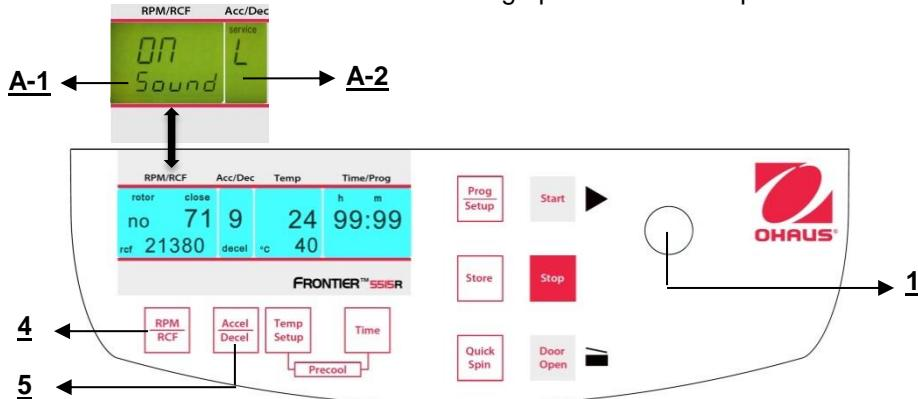

Figura 33
Procedere come descritto al punto 4.1.2 per inserire questa modalità programma e poi premere il tasto **"Accel/Decel"** (5). Sul display **"Acc/Dec"** (A-2) lampeggia la parola **"Service"**. Selezionare adesso la lettera **"L"** con la manopola di regolazione (1). Di conseguenza, compaiono le parole **"On Sound"** sul display **"RPM | RCF"** (4). Se adesso si preme il tasto **"RPM | RCF"** (4), lampeggia la parola **"On"** e si può disattivare la suoneria, con la manopola di regolazione(1) (Vedere figura 33). Dopo che si sono salvate le impostazioni (Vedere 4.1.2) ritornare nuovamente alla modalità normale disconnettendo la centrifuga per un breve tempo.